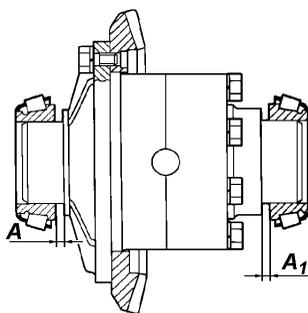

Рис. 5.16. Зазоры  $A$  и  $A_1$  между торцами подшипников и коробки сателлитов
3. Отвинтить вновь крепежные детали, осторожно снять крышку, вынуть из картера моста дифференциал и щупом замерить зазоры  $A$  и  $A_1$  (рис. 5.16) между торцами коробки сателлитов и торцами внутренних колец подшипников.